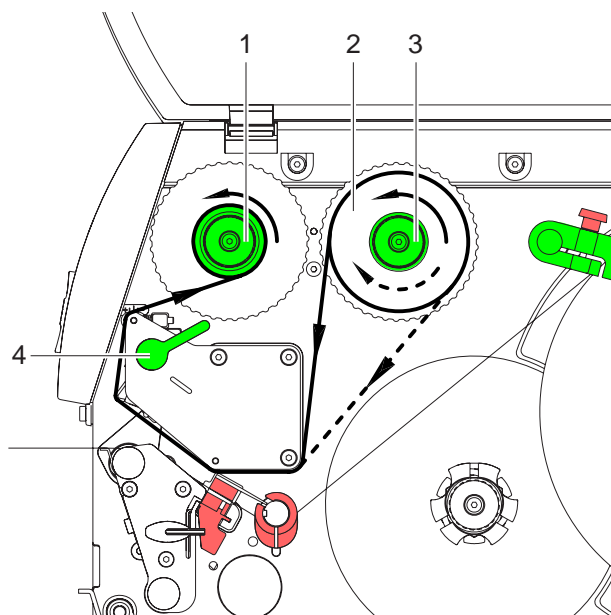

Fig. 10: Fonctionnement de la feuille de transfert
2. Tourner le levier (4) dans le sens contraire des aiguilles d'une montre pour soulever la tête d'impression.
3. Pousser le rouleau de la feuille de transfert (2) jusqu'à la butée sur le dérouleur (3) de manière à ce que le revêtement de couleur de la feuille pointe vers le bas lors du déroulement. Aucun sens de rotation n'est prescrit à l'avance sur le dérouleur (3).
4. Immobiliser le rouleau de la feuille de transfert (2) et tourner le bouton de réglage sur le dérouleur (3) dans le sens inverse des aiguilles d'une montre jusqu'à ce que le rouleau soit fixé.
5. Pousser le noyau de feuilles de transfert approprié sur l'enrouleur de feuilles de transfert (1) et fixer de la même manière.
6. Guider la feuille de transfert à travers l'unité d'impression comme dans la figure 10.
7. Fixer le début des feuilles de transfert avec une bande collante sur le noyau (1). Respecter le sens de rotation – à l'inverse des aiguilles d'une montre – de l'enrouleur de feuilles de transfert.
8. Tourner l'enrouleur (1) à l'inverse des aiguilles d'une montre pour lisser le mouvement de la feuille de transfert.
9. Tourner la manette (4) dans le sens des aiguilles d'une montre pour bloquer la tête d'impression.
1. Tourner la manette (4, Fig. 10) dans le sens inverse des aiguilles d'une montre pour relever la tête d'impression.